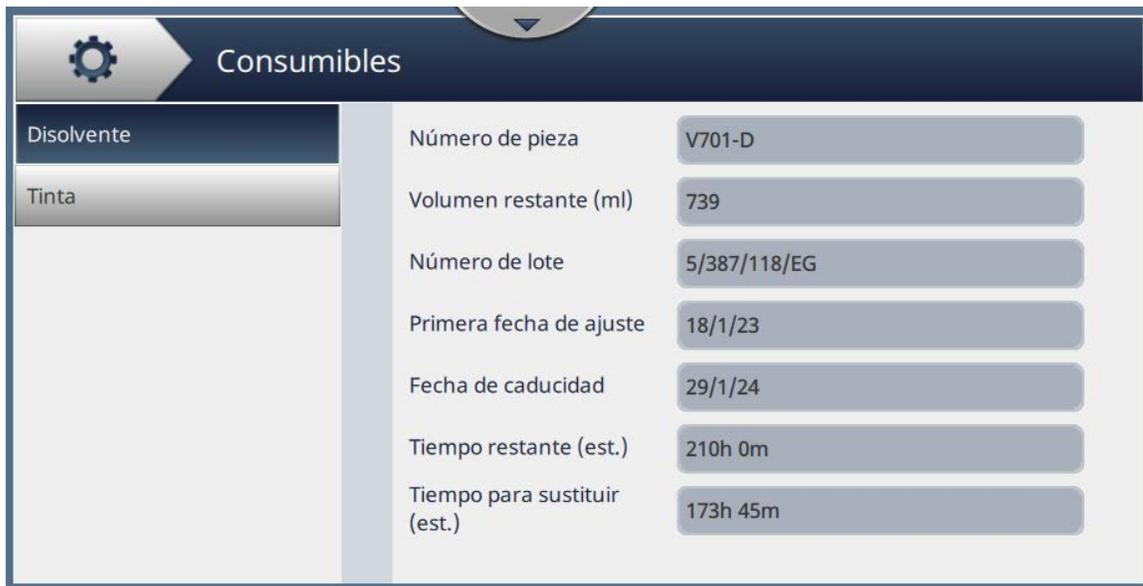

Figura 6-4: Consumables (Consumibles)
2. Seleccione el consumible cuyos detalles desea consultar, como se muestra en la Figura 6-4.